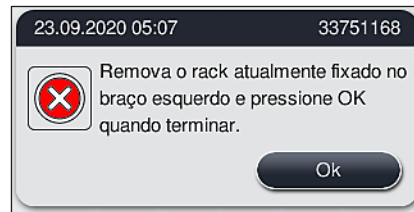

Fig. 129
5. Confirme ao pressionar **Ok** (→ "Fig. 129").